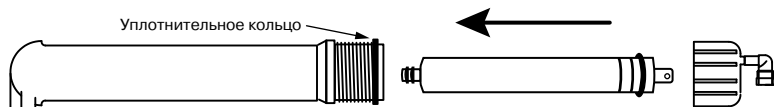

Рис. 16
1. Установите префильтр(ы). Первый префильтр (маркировка на колбе PREFILTER) уже установлен во всех моделях. В во вторую колбу (маркировка CARBON) установите угольный картридж. В третью ступень (SEDIMENT) установите механический префильтр. Картриджи, соответствующие ступеням очистки для каждой модели фильтров, перечислены в таблице на стр. 18. Для установки картриджа необходимо раскрутить колбу при помощи ключа (10). Аккуратно снимите защитную пленку с картриджа и установите его в колбу. Обратите внимание на маркировку "THIS END NEXT TO VESSEL THREADS" на верхней крышке картриджа или на указания на этикетке. Закрутите колбу вручную, без применения ключа, не прикладывая чрезмерных усилий.
2. Установите мембрану. Для этого отсоедините трубку (H) от быстроразъемного коннектора крышки мембраны. Открутите крышку колбы мембраны (маркировка MEMBRANE). Смажьте силиконовой смазкой резиновые уплотнения мембраны. Установите мембрану в корпус согласно **рис. 16**. Смажьте силиконовой смазкой уплотнение крышки колбы мембраны и аккуратно установите его на колбу. Закрутите крышку колбы мембраны и пристыкуйте трубку (H). Следите, чтобы уплотнительное кольцо крышки колбы было установлено на колбе без перекосов.